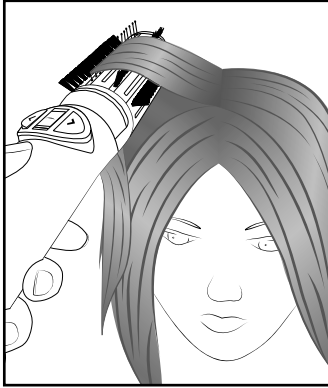

Fig. 2
- ▶ Vous pouvez également obtenir plus de gonflant à la racine des cheveux en tenant simplement la brosse ronde **8**/**9** pendant quelques secondes en dessous de la mèche, à la racine des cheveux (voir fig. 2). Effectuez cette opération sans la fonction de rotation, sinon les cheveux se prennent dans les poils !